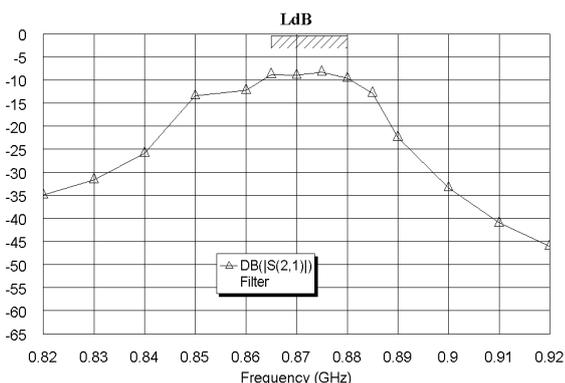

Рис. 3.139
2. Для дальнейшего приближения к требуемой характеристике воспользуемся инструментом настройки схемы. Изменим установленный мастером диапазон частот. Дважды щёлкните по **Project Options** в левом окне проекта и установите диапазон частот от **0,82** до **0,92** с шагом **0,01** ГГц. Чтобы отобразить характеристику в полосе пропускания точнее, добавьте частоты **0,865**, **0,875** и **0,885**. Щёлкните правой кнопкой мышки по имени схемы **Filter** в левом окне проекта и выберите **Options**. В открывшемся окне на вкладке **Frequencies** отметьте **Use project defaults**, чтобы при анализе схемы использовались частоты проекта. Нажмите **ОК**. Щёлкните по значку **Analyze** на панели инструментов. График показан на рис. 3.139. Сделайте активным окно схемы. В схеме, созданной мастером синтеза, добавлены переменные (рис. 3.140) так, что ширины средних резонаторов и зазоры между ними остаются одинаковыми